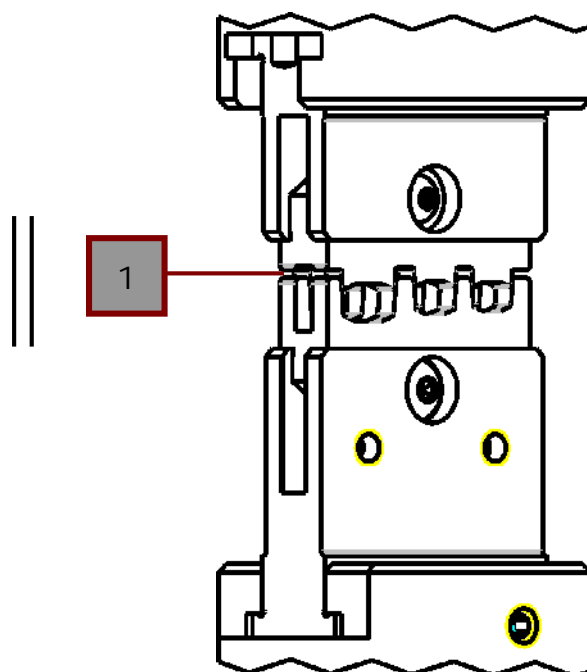

Abb.: 6
- Prüfung der Parallelität von Obergesenk zu Untergesenk (Abb.6/1) durch Schließen des Crimpgesenkes, dazu